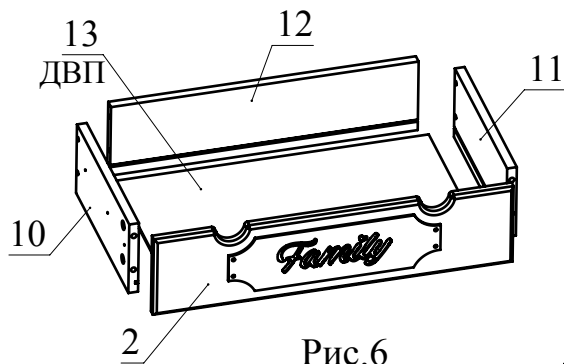

Рис.6
6. Соберите ящик. Для этого соедините деталь 12 с деталями 10 и 11 с помощью конфирматов. Затем вставьте деталь 13 (ДВП) в пазы деталей 10, 11, 12. Соедините деталь 2 с полученной конструкцией и затяните головки минификсов (Рис. 6).